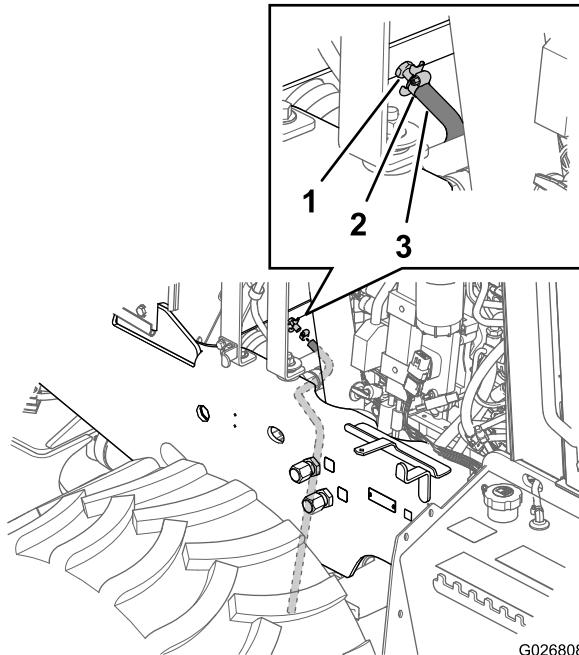
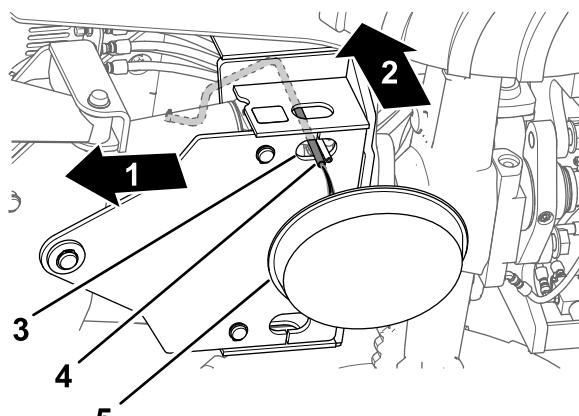

Figure 99
Figure 100
4. Glissez le flexible de 3/8 x 30 pouces, résistant au liquide de refroidissement, sur la sortie du robinet de vidange du radiateur (Figure 99).
5. Fixez le flexible au robinet de vidange au moyen d'un collier (Figure 99).
6. Faites passer le flexible dans l'orifice de la plaque de montage inférieure de la lame de remblayage (Figure 100).
7. Placez un bac de vidange d'une capacité minimale de 23 litres (6 gallons) sous l'extrémité ouverte du flexible de vidange (Figure 100).
- Retirez le flexible de vidange et le collier (Figure 99 et Figure 100).
- D. Ouvrez le robinet de vidange et vidangez la solution de nettoyage dans un bac de vidange (Figure 99 et Figure 101).